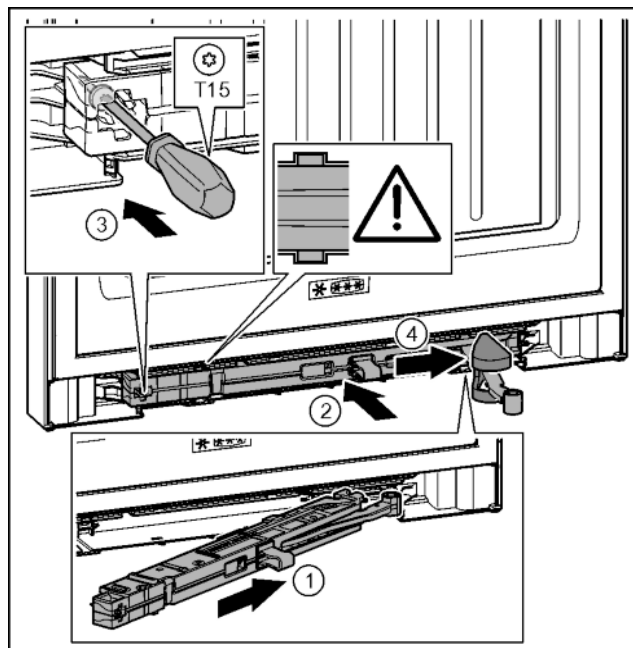

Fig. 45
- ▶ A csapágybak oldaláról ferdén, ütközésig tolja be a záráscsillapító egységet a mélyedésbe. *Fig. 45 (1)*
- ▶ Teljesen tolja a mélyedésbe a záráscsillapító egységet. *Fig. 45 (2)*
- ▶ Húzza meg a csavart egy T15 csavarhúzóval. *Fig. 45 (3)*
- ▶ Tolja a csukló fölé a fedelet. *Fig. 45 (4)*